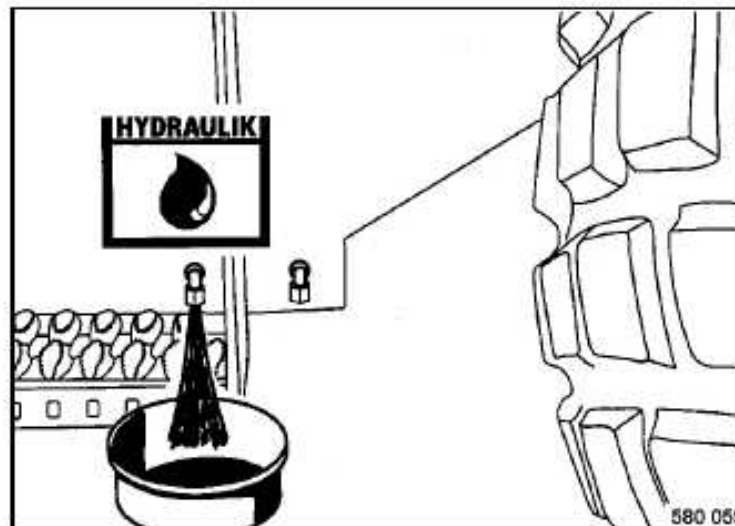

Fig. 148
- Desenroscar el tapón de cierre (Fig. 148) y descargar el aceite hidráulico por completo.
- Comprobar la junta anular (1), sustituirla si fuese necesario, y volver a enroscar el tornillo de cierre fijamente.